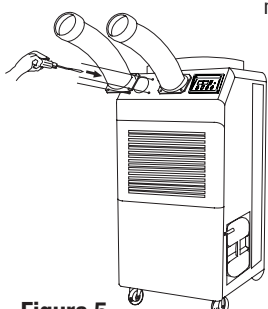

Figura 5
3. Utilice los tornillos del interior de la caja con la manguera de salida de aire fresco para instalar la manguera de salida de aire fresco en el acondicionador de aire como se muestra en la Figura 5.